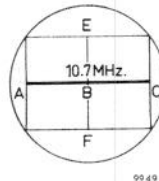

Fig. 21. Frequentieschaal
3. Stel de generator in op $10,7\text{ MHz}$ (frequentiegebied $10\text{--}11,5\text{ MHz}$). Plaats de FM-keuzeschakelaar in de stand „ $\Delta f = 200\text{ kHz}$ (50 Hz)”. Stel op de oscillograaf de knoppen voor horizontale en verticale centrering en horizontale versterking zodanig in, dat de lijn op het scherm symmetrisch ligt ten opzichte van de verticale middenas van de ruitverdeling (dus in fig. 21 is $AB = BC$). Punt B op het scherm zal nu een frequentie van $10,7\text{ MHz}$ vertegenwoordigen.